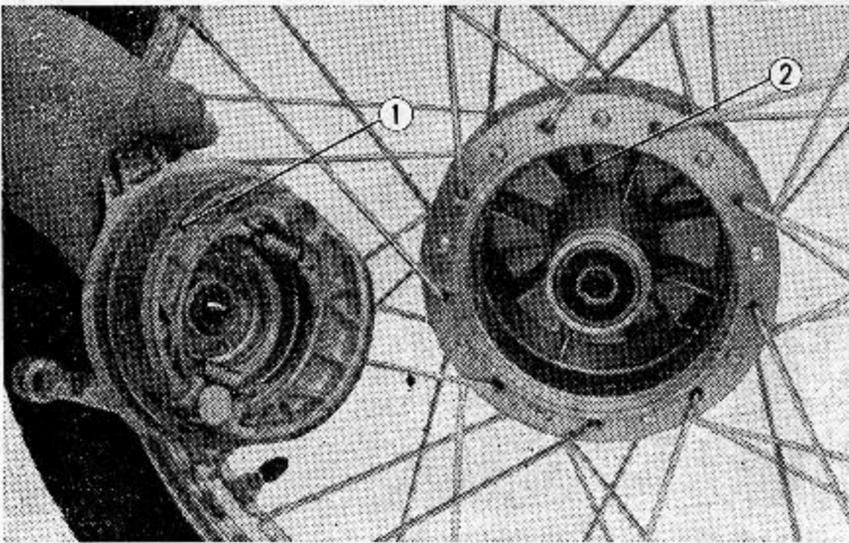
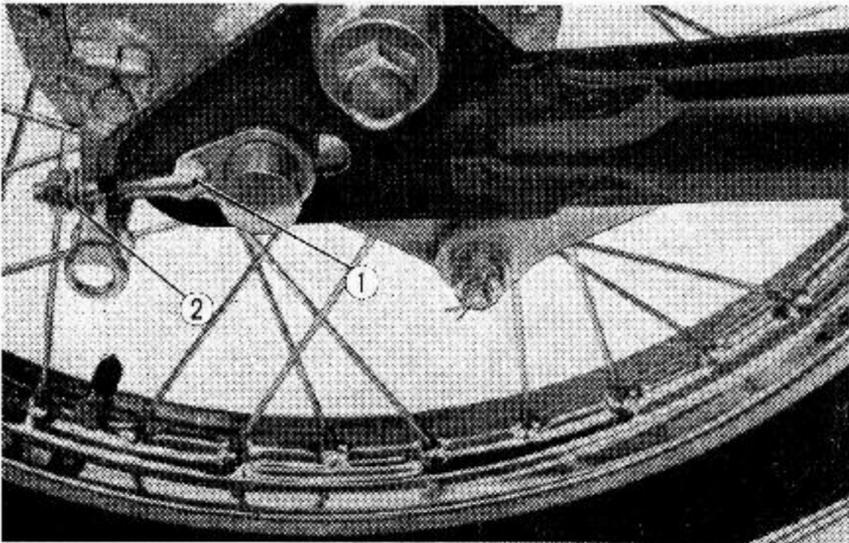

Abb. 4.71 Hinterradankerplatte einbauen
Abb. 4.72 Ketteneinsteller
(4) Bremsnocken an der Ankerplatte anbauen, Federn an den Bremsbacken einhängen und diese in der Ankerplatte einbauen. (Abb. 4.71)
(5) Ankerplatte in die Nabe einbauen. Zum Einbau des Hinterrads nun Ketteneinsteller und Ankerplatten-distanzhülse einbauen und die Achse einsetzen.
(6) Kette auflegen und das Kettenschloß verriegeln. Danach die Kette einstellen und die Achsmutter anziehen. (Abb. 4.72)